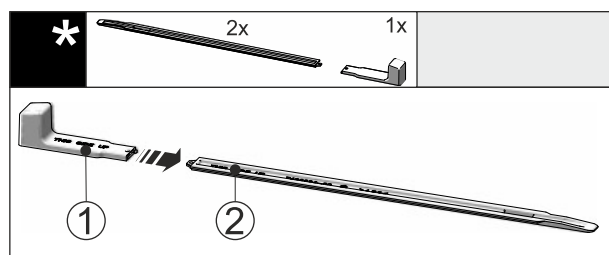

Fig. 52
- Insérer la poignée de montage Fig. 52 (1) dans le rail de nivellement Fig. 52 (2).